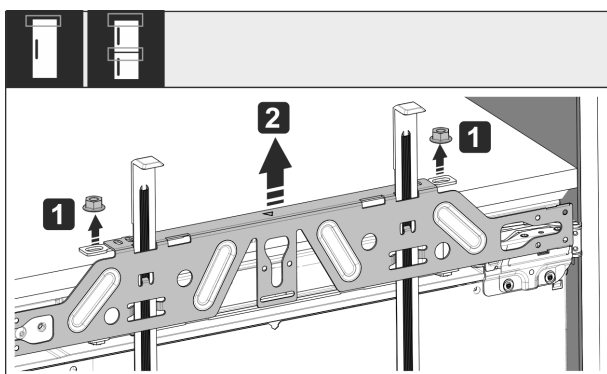

Fig. 52
- ▶ Desfaceți contrapiulițele Fig. 52 (1).
- ▶ Detașați traversa de fixare Fig. 52 (2).